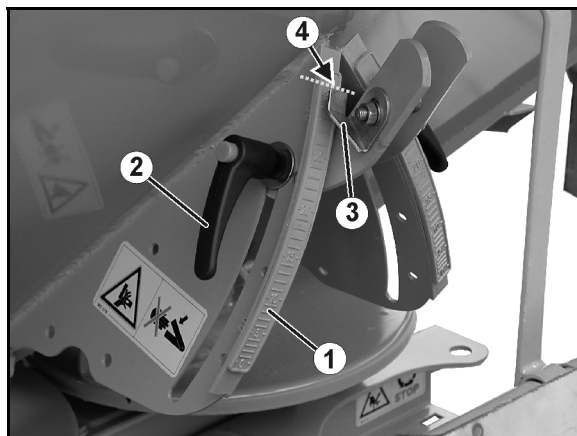

图 61
2. 松开夹紧杆（图 61/2）。
3. 在刻度盘（图 61//1）上可查找在撒播表中获取的或通过校准装置测得的刻度值，以用于设定滑门位置。
4. 将指针（图 61/3）的读取边（图 61/4）设置为该刻度值。
5. 重新拧紧夹紧杆（图 61/2）。